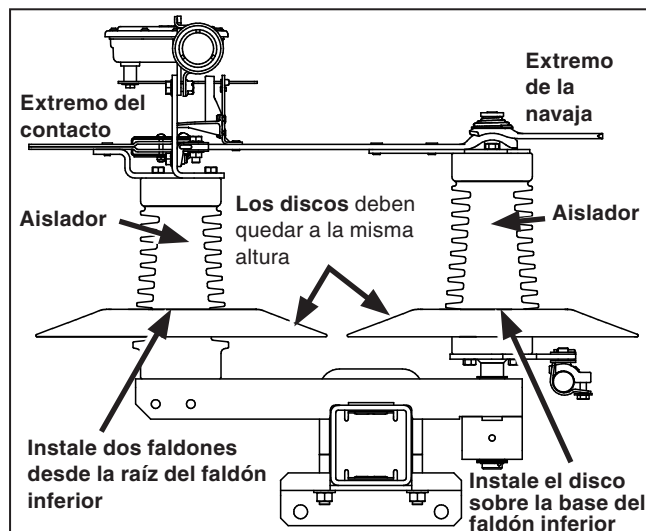

Figura 13. Colocación de los discos antifauna en los Interruptores Omni-Rupter de 25 kV.
**Extremo del contacto del interruptor:** Cunte dos faldones hacia arriba de la base e instale el disco antifauna en el aislador. Si los discos están instalados correctamente, deberán estar a la misma altura aproximadamente. Ver Figura 13.